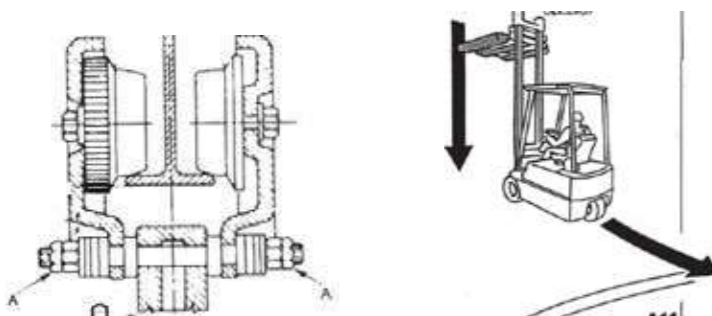

fig.25
5. Applicare e serrare contro il lato esterno dei dadi i dispositivi antiallentamento palmuttem "A" in dotazione. (fig.25)
6. Abbassare il pallet ed allontanare il carrello elevatore. (fig.25)